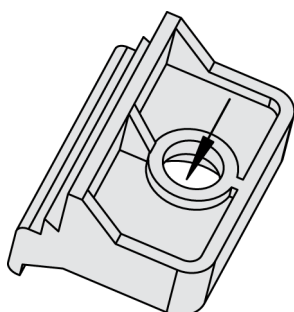

Abb. 31: Schrauben in die Klammern einsetzen
3. ➔ Setzen Sie die vier Klemmschrauben in die Klemmeinsätze von der hier gezeigten Seite (Abb. 31; gegenüber der Gewindebuchse) her ein, bis sie fast versenkt sind. Drehen Sie die Schrauben nicht vollständig in die Klemmeinsätze ein.